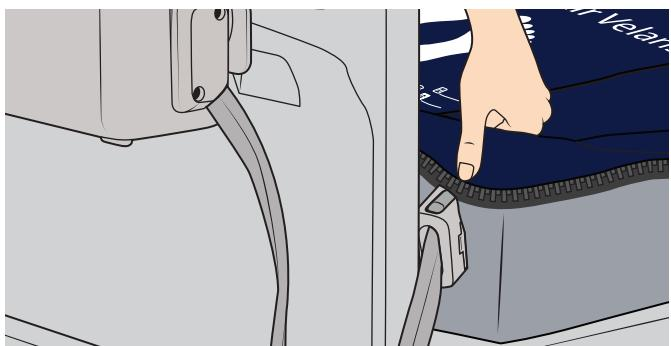

Figura 17
2. Sujete el conector del colchón con la mano izquierda y presione los conectores para unirlos. Asegúrese de que el conector del conjunto de tubos del compresor encaja en ambos lados posición con un doble clic. Consulte la Figura 17